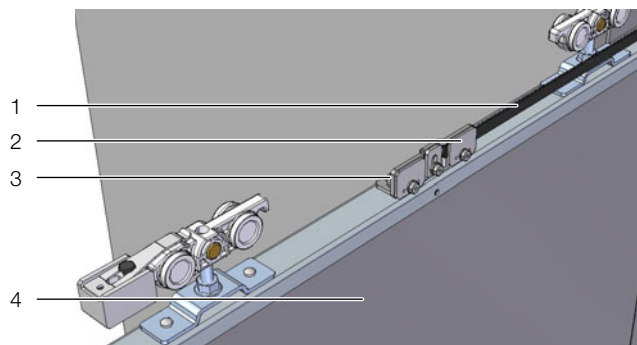

Abb. 34: Befestigung des Zahnriemens auf der rechten Tür
- Befestigungsschrauben der Zahnriemenverbinderplatte auf der rechten Tür leicht lösen und das eine Ende des Zahnriemens rechts darin festklemmen (Abb. 34). Dabei ist darauf zu achten, dass jeweils mind. sechs Zähne des Zahnriemens geklemmt werden.